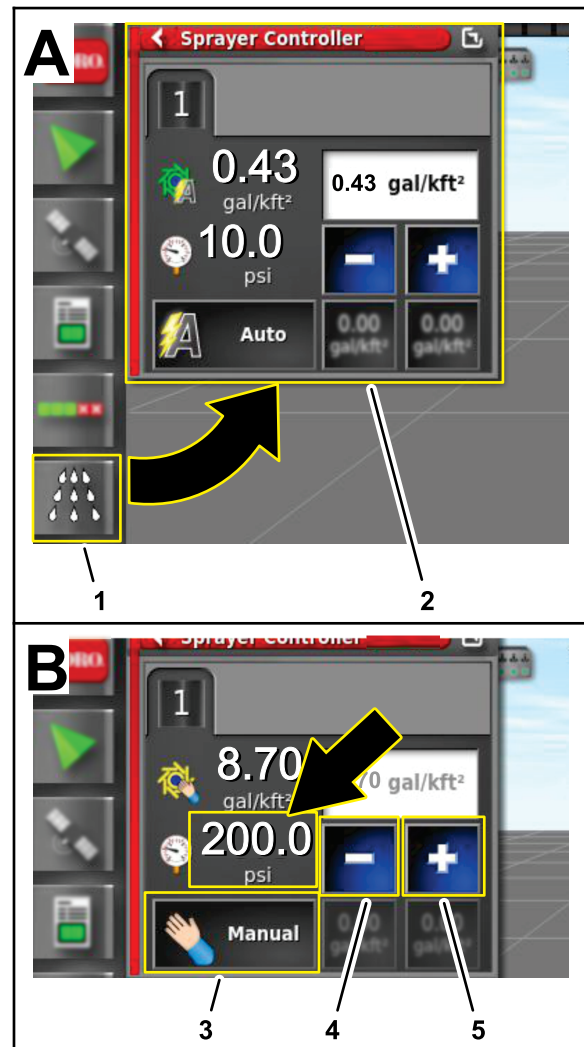

Bild 162
4. Tippen Sie auf der GeoLink-Steuerkonsole das Symbol SPRÜHMENGENSTEUERUNG (Bild 162).
5. Tippen Sie im Dialogfenster Sprühmengensteuerung auf das SPRÜHMENGENMODUS-Symbol, bis der manuelle Modus angezeigt wird (Bild 162).
6. Stellen Sie den Druck des Sprühsystems (Bild 162) mit den +/--Tasten auf 13,75 bar ein.